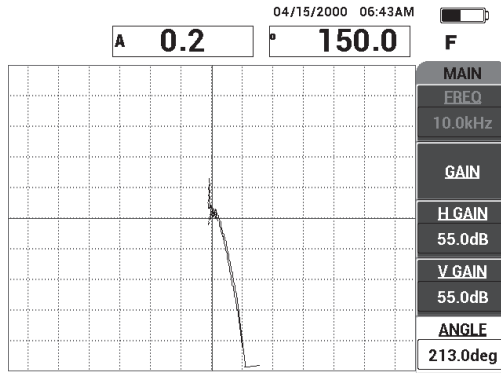

Figura 6-33 Regolazione dell'angolo del segnale verso l'alto
7. Premere il tasto di menu MAIN (📡), ed in seguito premere ANGOLO (tasto E) e regolare l'angolo del segnale in modo che i punti del segnale da perdita di adesione sia diretto verso l'alto a 90° (vedere Figura 6-33 a pagina 160).